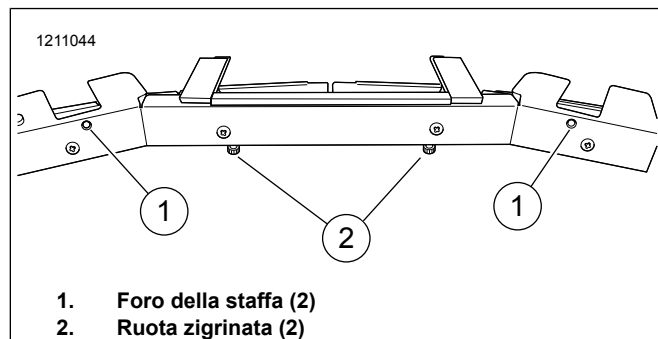

Figura 4. Fori di montaggio della staffa
3. Vedere la figura 4. Posizionare la luce su un'area di lavoro con le rotelle zigrinate (2) verso il basso e i fori della staffa (1) verso l'alto.
12. Vedere la figura 4. Serrare la vite della staffa di montaggio (2) per fissare la luce al parabrezza.